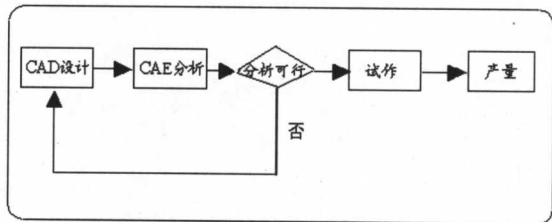

图 1-2
- 2. CAE (Computer Aided Engineering): 是计算机辅助分析的意思，把由 CAD 设计或组织好的模型，凭借计算机辅助分析软件仿真设计成品的一些性质，例如结构强度的力学分析、热传导效能分析或流体力学上的分析等，利用这些分析结果事先对原设计加以修正，以节省设计变更的次数及开发时间，还可以减少试作原型的投资成本，如图 1-2 所示。